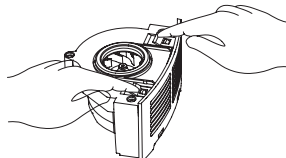

Рис. 4
3. Переверните блок и снимите решетку, нажав на защелки с двух сторон (см. рис. 4, 5). После этого произведите очистку решетки и внутреннего пространства микропылесоса, воспользовавшись щеткой из комплекта.